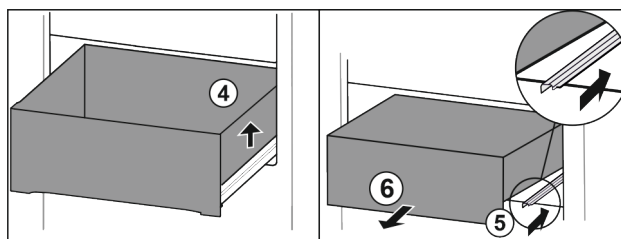

Fig. 78
► Schubfach rechts anheben. Fig. 78 (4)
► Rechte Schiene einschieben. Fig. 78 (5)
► Schubfach nach vorne entnehmen. Fig. 78 (6)